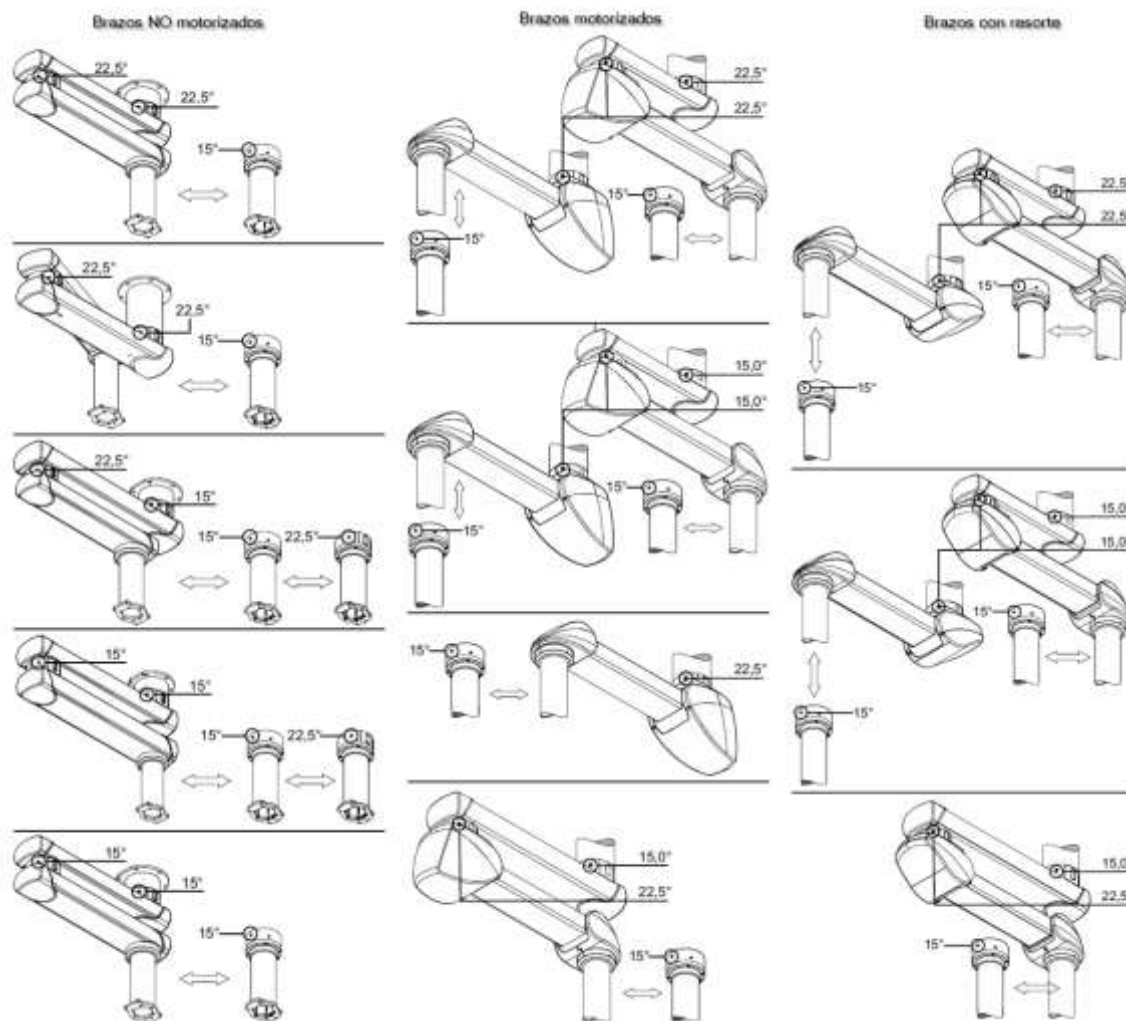

Fig. 8 Afstelling van de draaibare aanslagen
- Voor uitvoeringen met dubbele arm en met wrijvingslager tussen beide wordt aanbevolen om 2 kogelstoppers (3) te monteren (zie afb. 8). De gedetailleerde afbeelding toont het tussenlager (11) (zonder buitenring) en de positie van de stopscrew (1) in de kogelstoppers (3).